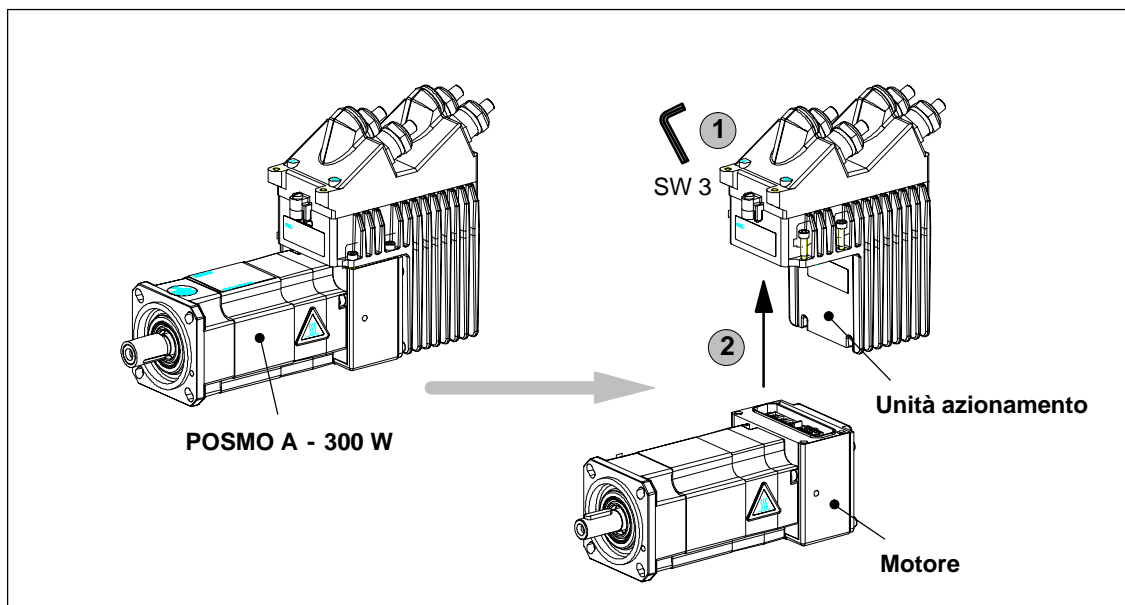
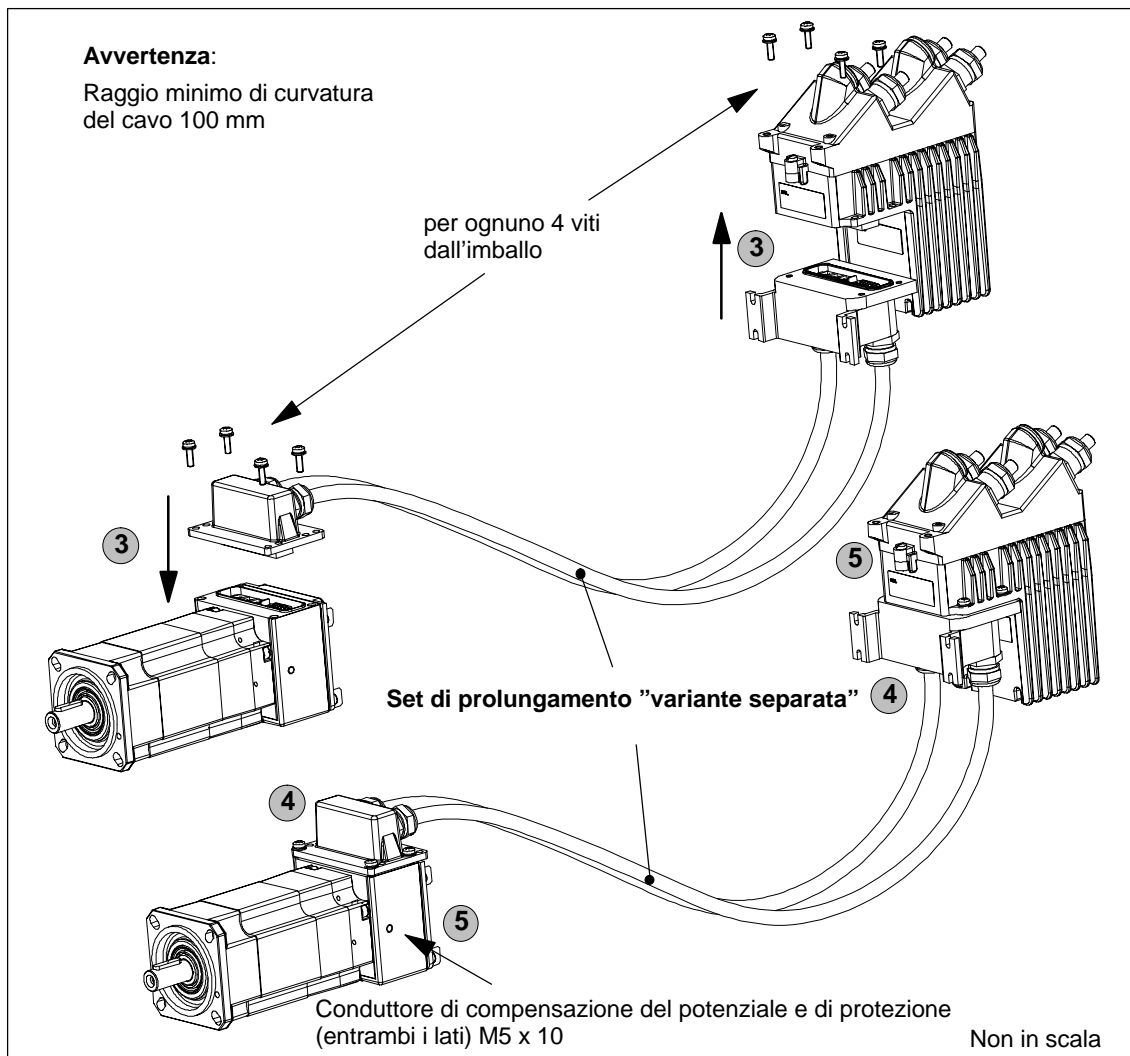

Figura 2-29 Smontare l'unità di azionamento dal motore
Figura 2-30 Montaggio del set di prolungamento "variante separata" POSMO A - 300 W
Per lo smontaggio dell'unità di azionamento (vedere figura 2-29) ed il montaggio del set di prolungamento (vedere figura 2-30) si deve rispettare la seguente sequenza:
- Sul motore: due delle tre viti (M5) per i golfari di trasporto --> vedere figura 2-30